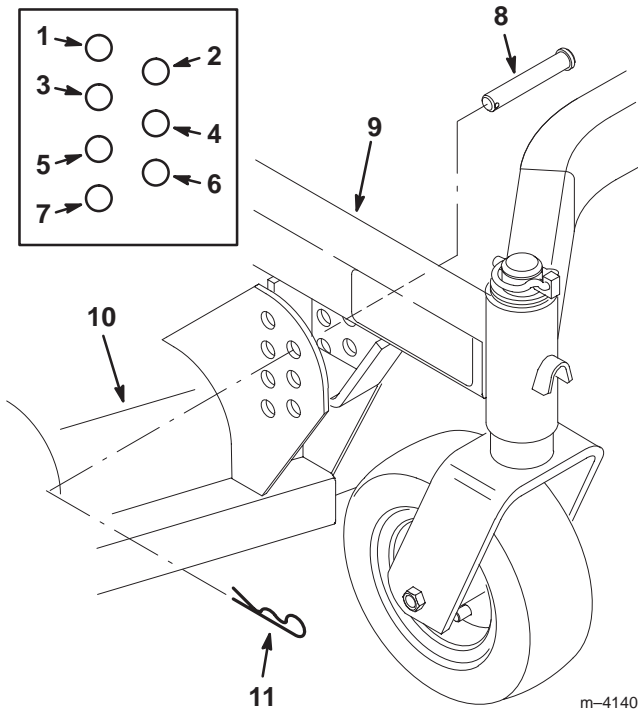

Figure 10
2. Montez le plateau de coupe sur le bâti porteur à l'aide de 4 axes de chape et goupilles fendues (Fig. 10).